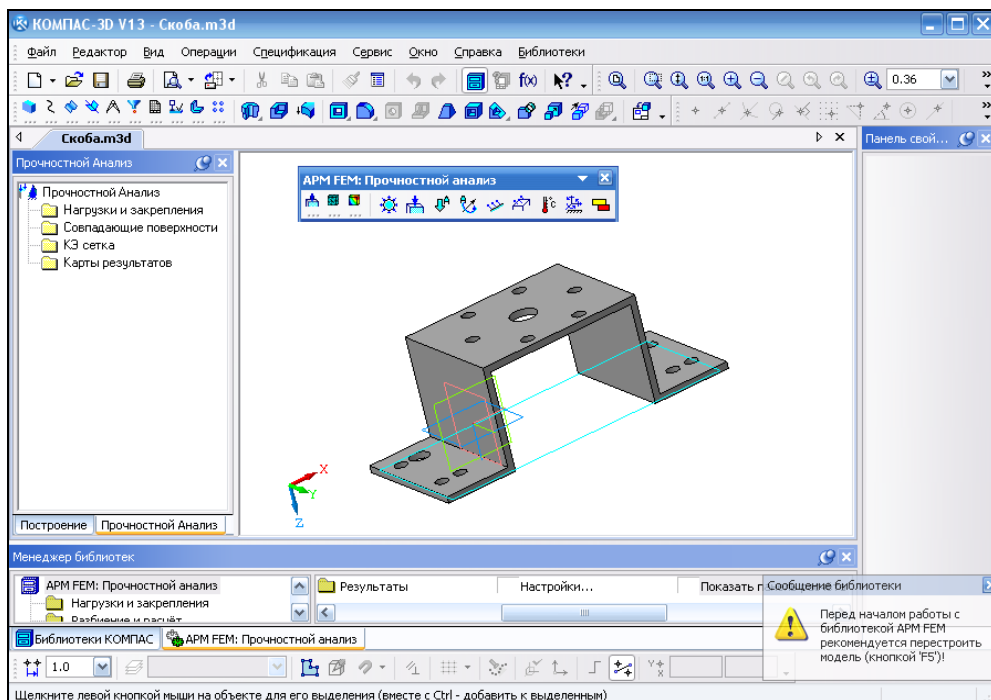

Рис. 10.14. Интерфейс системы КОМПАС в режиме прочностного анализа
- ◆ в окне **Менеджер библиотек** откройте вкладку **АРМ FEM: Прочностной анализ** и щелкните ЛК мыши по пункту **Показать панель расчета**. Так как данная библиотека является библиотекой трехмерного моделирования КОМПАС-3D, то полностью использует ее интерфейс (рис. 10.14). В Дереве модели появилась дополнительная вкладка **Прочностной анализ** с расчетными стадиями: **Нагрузки и закрепление**, **Совпадающие поверхности** (для сборки), **КЭ сетка** и **Карты результатов**, которые необходимо будет пройти при выполнении расчета.
На рис. 10.14 Панель свойств размещена справа, чтобы оставить больше места для модели.